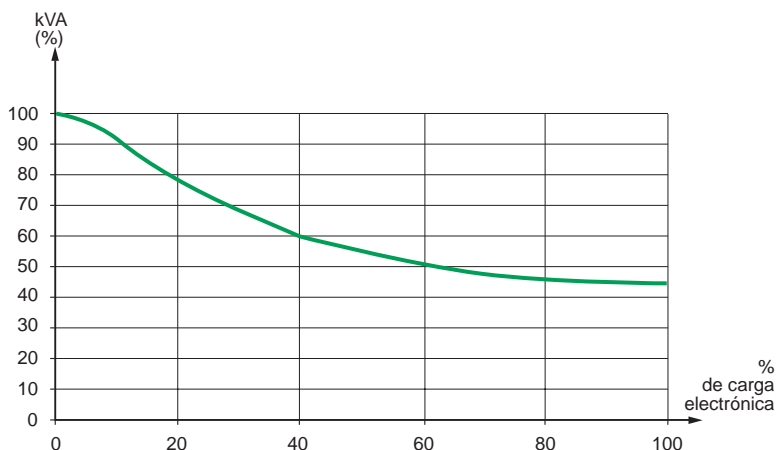

Fig. M9: Decalaje necesario para un transformador que alimente a cargas electrónicas.
■ La curva que se presenta a continuación (ver **Figura M9**) muestra el decalaje típico necesario para un transformador que alimente a cargas electrónicas.